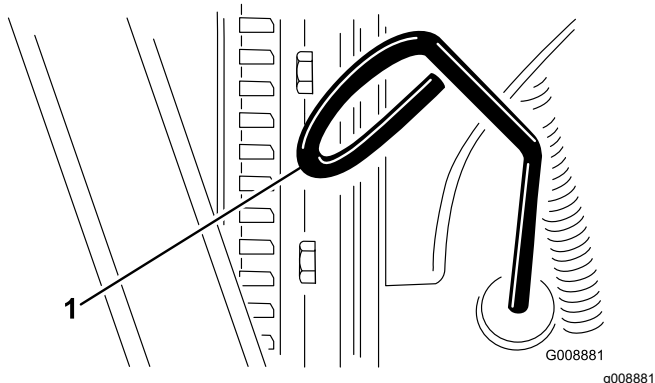

Figure 66
3. Retirez la jauge (Figure 66) et essuyez-la sur un chiffon propre.